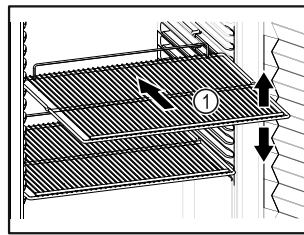

Fig. 30 Ενδεικτική απεικόνιση
- Εάν οι σχάρες Fig. 30 (1) είναι ρυθμιζόμενες, προσαρμόστε τα ανάλογα με το ύψος.